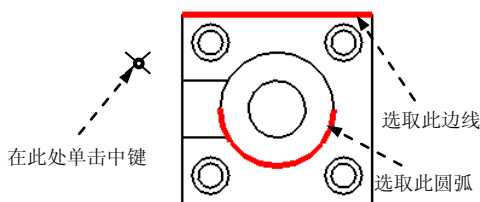
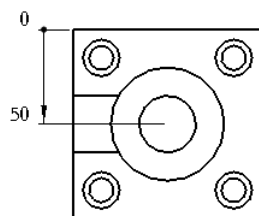

图 5.2.69 选取边线和圆弧
图 5.2.70 显示尺寸 (一)
Step3. 此时系统弹出  ATTACH TYPE (依附类型) 菜单，接受系统默认的 On Entity (图元上) 命令，依次选取图 5.2.69 所示的边线和圆弧，在图 5.2.69 所示的位置单击中键，在弹出的  ARC PNT TYPE (弧/点类型) 菜单中选择 Center (中心) 命令，此时视图中显示图 5.2.70 所示的尺寸。